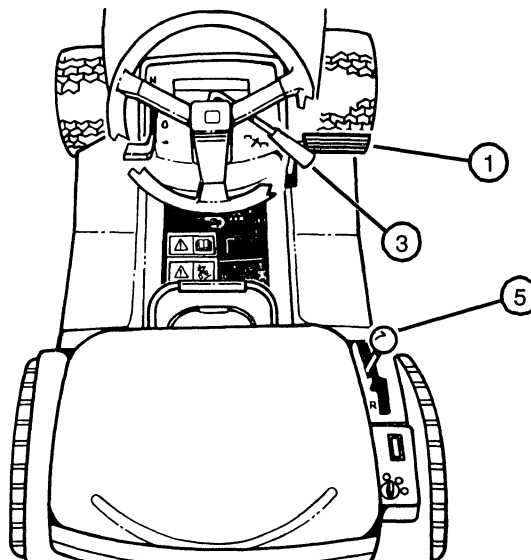

FIGURE 16
- Pour se déplacer vers l'avant : Débloquer le frein de stationnement, pousser le levier de transmission hydrostatique (5) vers la droite et vers l'avant (voir Fig. 16). La vitesse du tracteur est déterminée par la distance de poussée du levier de transmission. Ramener le levier sur N (point mort) pour arrêter le tracteur.
- Pour se déplacer vers l'avant : Enfoncer complètement la pédale embrayage/frein (1) jusqu'à la position de frein (voir Fig. 16).